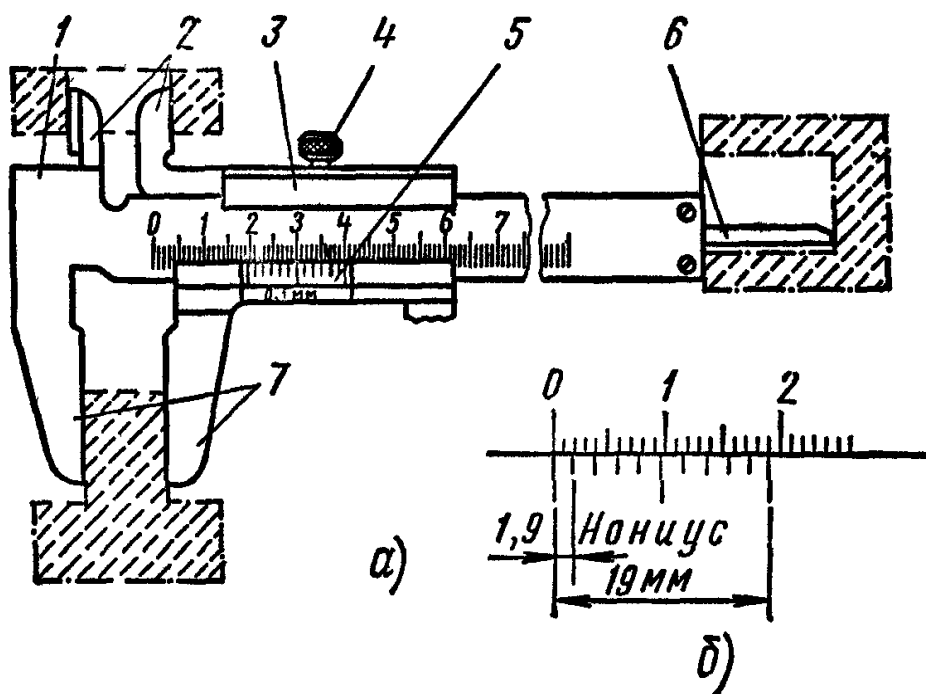

Рисунок 3 - Штангенциркуль:
- а) изучить все части и их назначение (рисунок 3, а);
- б) освоить устройство нониуса штангенциркуля (рисунок 3, б).